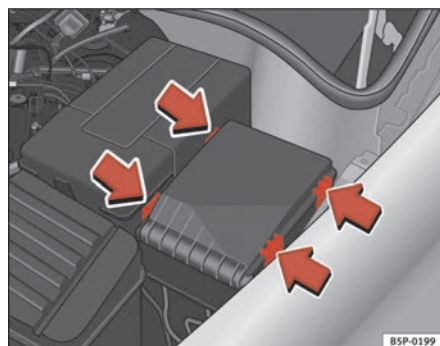

Fig. 181 Copertura della scatola dei fusibili nel vano motore
- Rimuovere la copertura dei fusibili situata nel vano motore premendo le linguette verso il centro della copertura ⇒ fig. 181.